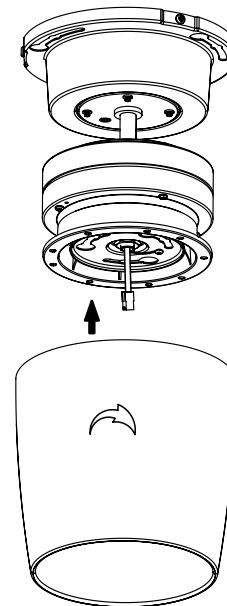

Figura 12a
Paso 1. Coloque la carcasa del motor encima de la tapa de la placa de montaje, coloque tres etiquetas colgantes con tornillos en la carcasa del motor en los orificios de la tapa de la placa de montaje. (Figura 12a)